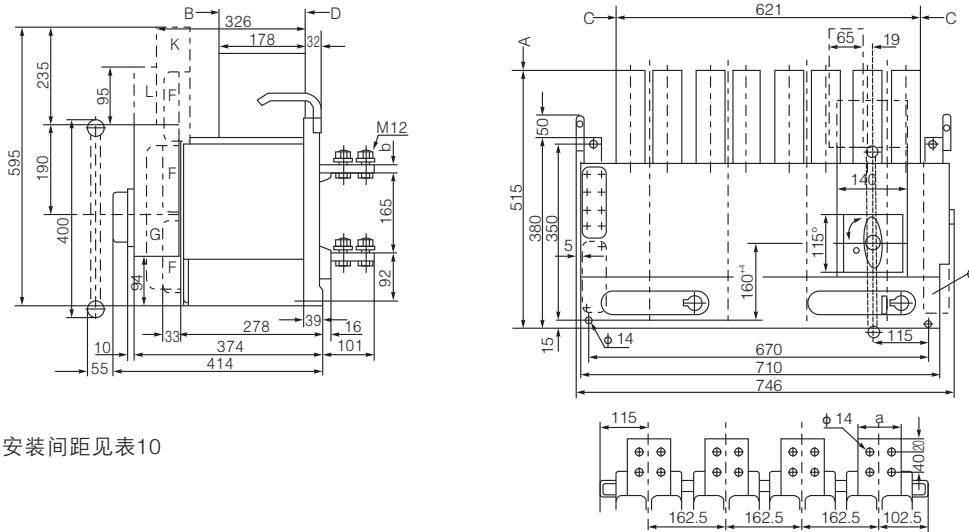
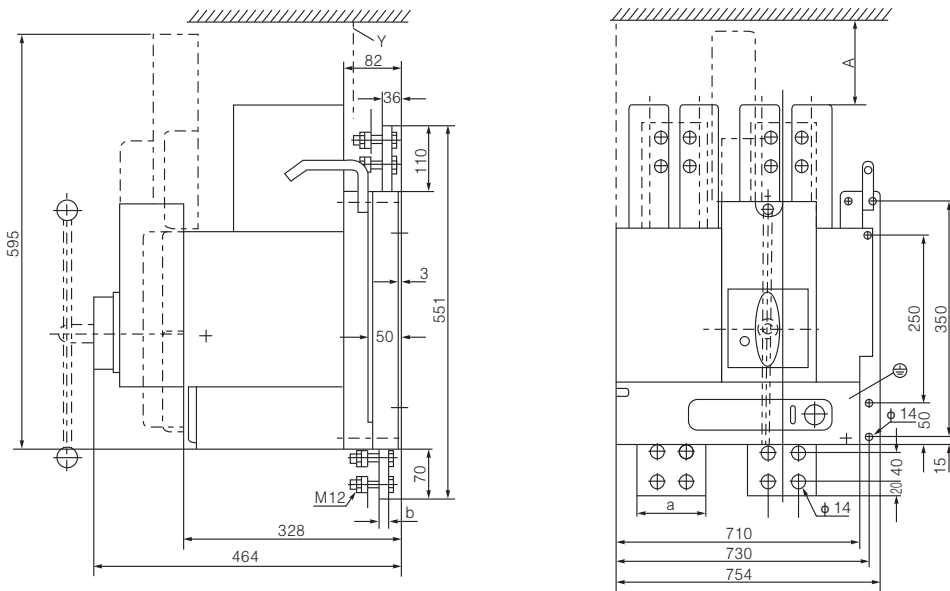

图24-1 水平接线
图24-2 垂直接线(注意：绝缘隔板Y)
• DW17-2000/IV.2500/IV固定式断路器外形尺寸图24-1、图24-2